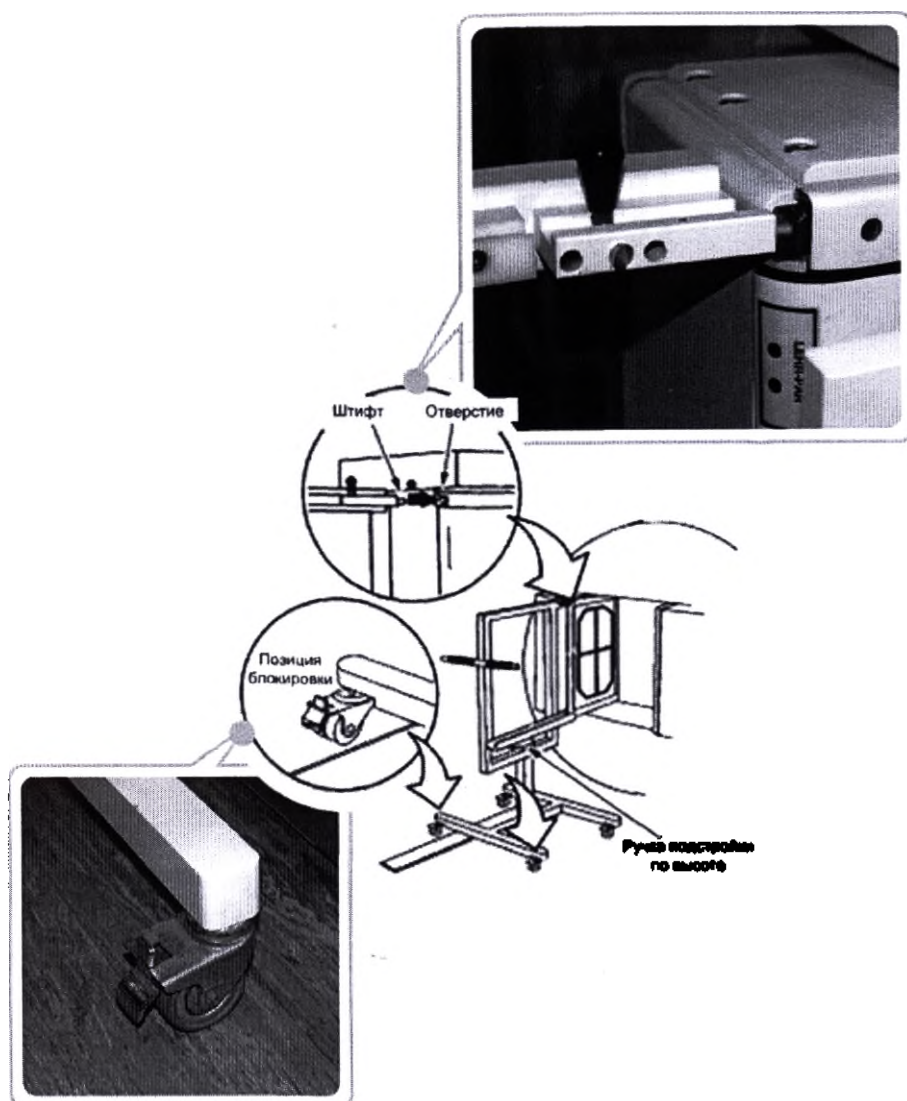

Рисунок 8-8 — Установка тележки
2. Выровняйте штифт с отверстием на детекторе (Рисунок 8-8). Если необходимо, воспользуйтесь ручкой подстройки по высоте;